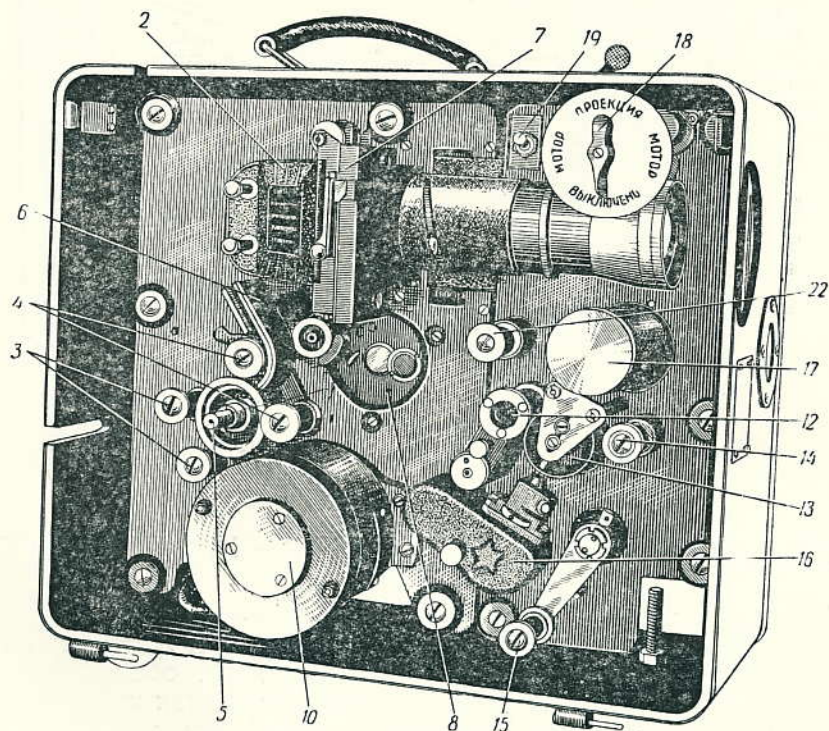

Рис. 5 Внутреннее устройство кинопроектора со стороны фильмопротяжного тракта
2. Внутреннее устройство (рис. 5 и 6)